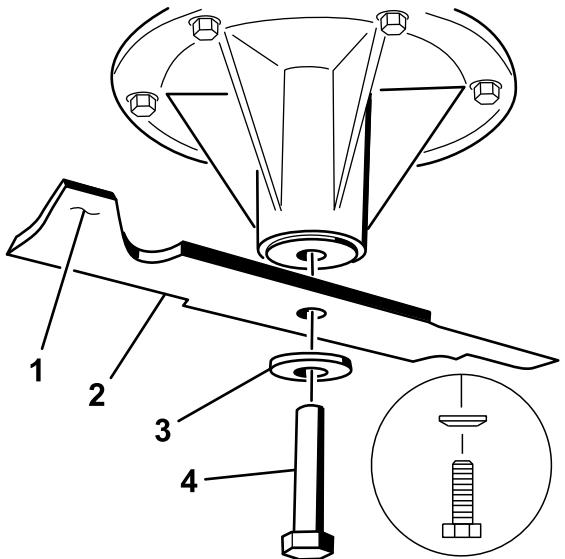

Figura 89
2. Togliete il bullone sinistro e centrale, la rondella curva e la lama dall'asse del fusello (Figura 89).